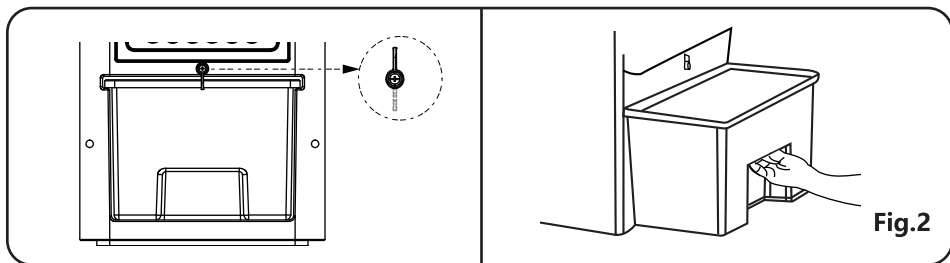

Fig.2
a. Avant de faire fonctionner l' appareil en mode rafraîchissement, tournez le petit bouton, retirez le réservoir d' eau et assurez-vous que la soupape d' échappement du réservoir est correctement fixée. Ensuite, remplissez le réservoir avec de l' eau propre en veillant à ne pas dépasser le niveau maximum indiqué. (Fig. 2/ Fig. 3/ Fig. 4)